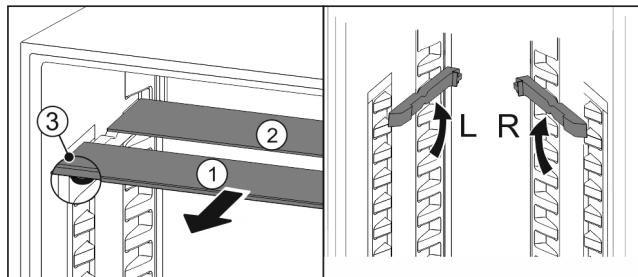

Fig. 90
- Поступните Fig. 90 (1) скляну панель вперед.
- ▷ Скляна панель Fig. 90 (1) з декоративною планкою лежить спереду.
- ▷ Стопори Fig. 90 (3) показують вниз.